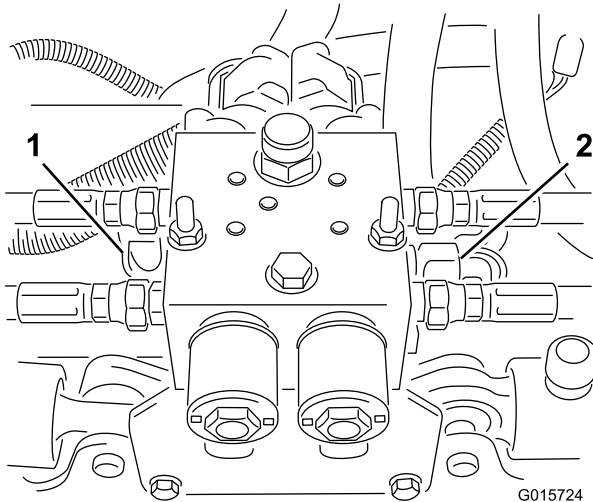

Bild 6
Hinweis: Lösen Sie die zwei Hydraulikanschlüsse an der rechten Seite und am Messgerätanschluss (Bild 6).
13. Entfernen Sie die zwei Schrauben und zwei Sicherungsmuttern, um den Hydraulikblock von der Befestigungshalterung abzunehmen (Bild 6).